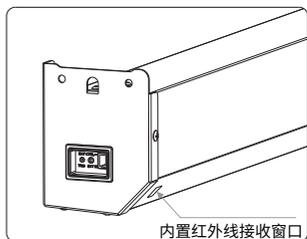

图20
- 1、当内置红外线接收窗口没有被任何物体遮挡时，您可以使用内置红外线遥控控制银幕的上升、停止、下降(如图20)